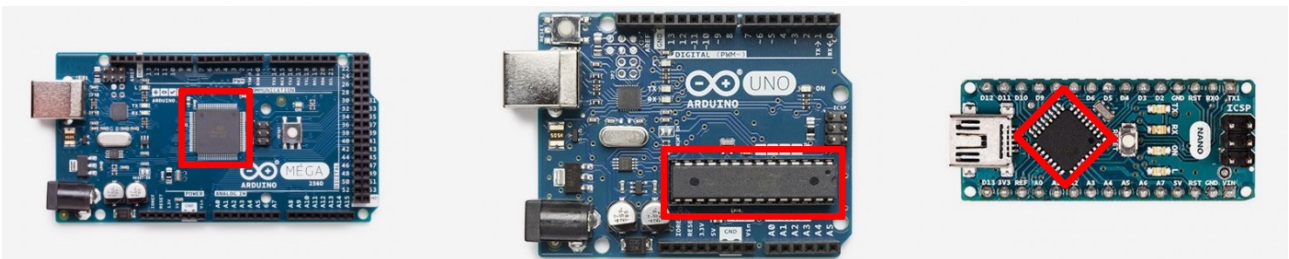

FIGURE 1. – Repérage des processeurs sur trois cartes
2.3.2.1. Avec un pont diviseur La première manière de faire est d'utiliser un pont diviseur de tension, c'est ce qui est montré sur la figure 1 ; le principe, sans rentrer dans le fonctionnement, est que la valeur de tension en sortie (entre les deux résistances) représente une fraction de la valeur de tension en entrée, si vous cherchez, la formule est la suivante :